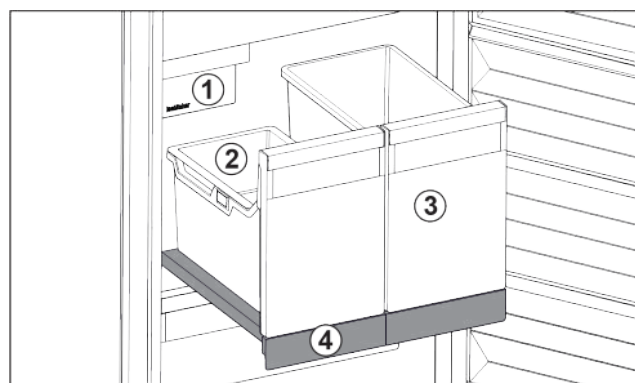

Fig. 79 Выдвижная панель с IceTower
На выдвижной панели находятся два высоких контейнера (IceTower). В контейнере Fig. 79 (2) собираются и хранятся кубики льда из IceMaker. Контейнер Fig. 79 (3) подходит для хранения высоких продуктов, таких, как пицца или алкогольные напитки.